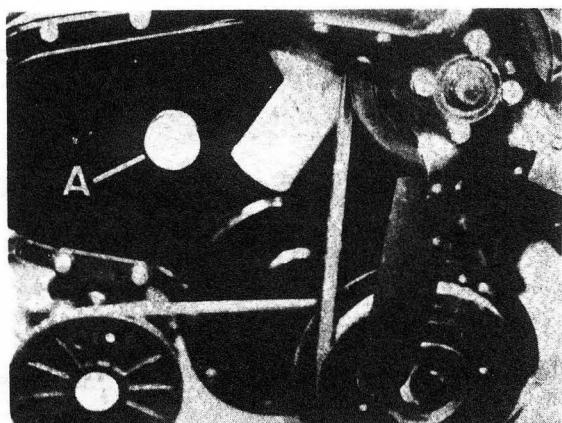
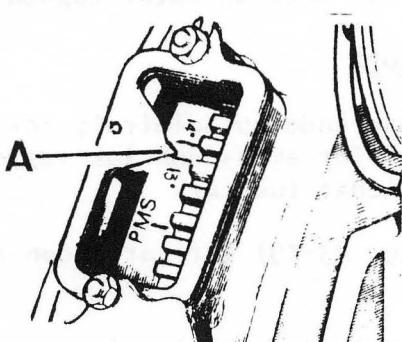
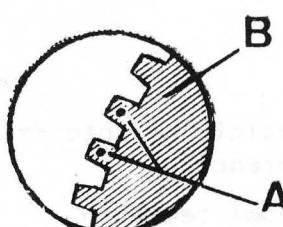
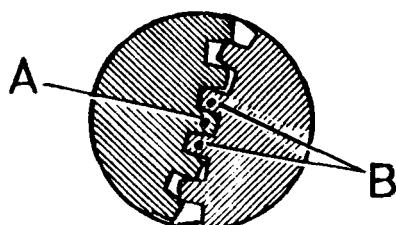

Fig. A3-33 Registro para localización de marcas de los engranajes
Fig. A3-34 Sincronizado de grados de avance en el volante
Fig. A3-35 Marcas del engranaje del árbol de levas para montar el de la bomba inyectora
Fig. A3-40 Sincronización de engranajes de árbol de levas y bomba inyectora
- 3.4. Desmontar el tapón, A (Fig. A3-33) situado en la parte frontal de la tapa de la distribución.
- 3.6. Girar el cigüeñal hacia la derecha hasta que el índice de referencia, A, (Fig. A3-34), quede situado entre las marcas 13° y 14° del volante. En este momento se comprobará a través del orificio de la tapa de la distribución, A (Fig. A3-33), si los dos dientes marcados con un granetazo cada uno, A, (Fig. A3-35), del engranaje del árbol de levas, B, están situados frente a dicho orificio. De no ser así, habrá que girar el volante otra vuelta, dejando las marcas 13° - 14° en la misma posición anterior (Fig. A3-34).
10. Introducir el conjunto bomba, tapa y engranaje sobre su alojamiento en el cárter de la distribución, teniendo en cuenta que el diente del engranaje de accionamiento de la bomba marcado con un granetazo, A (Fig. A3-40), deberá penetrar entre los dos dientes del engranaje del árbol de levas, marcado cada uno con un granetazo, B. Este detalle hay que apreciarlo a través del orificio, A, (Fig. A3-33) de la tapa del cárter de la distribución.